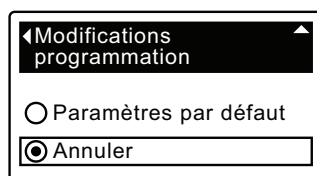

FIG. 27
1. À partir d'un écran d'état dynamique, appuyez sur le SÉLECTEUR (O) pour afficher le **Menu principal**.
3. Appuyez sur le SÉLECTEUR (O) pour afficher le menu des fonctions avancées.
5. Appuyez sur le SÉLECTEUR (O) pour afficher le menu de dépannage.
7. Appuyez sur le SÉLECTEUR (O) pour afficher le menu de modifications de la programmation (cf. Figure 27).
8. Appuyez sur le bouton DROITE (►) : le cadenas clignotant disparaît (cf. Figure 27).
9. Appuyez sur le SÉLECTEUR (O) :